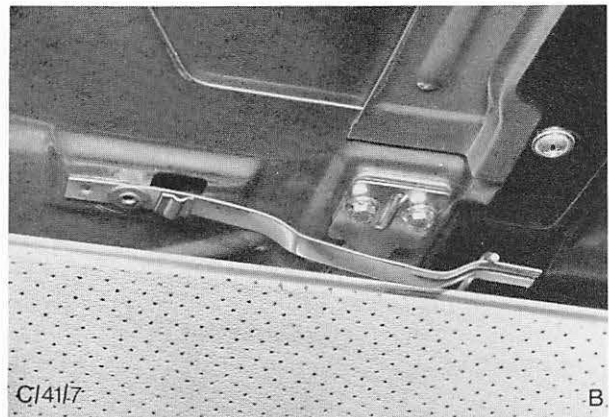
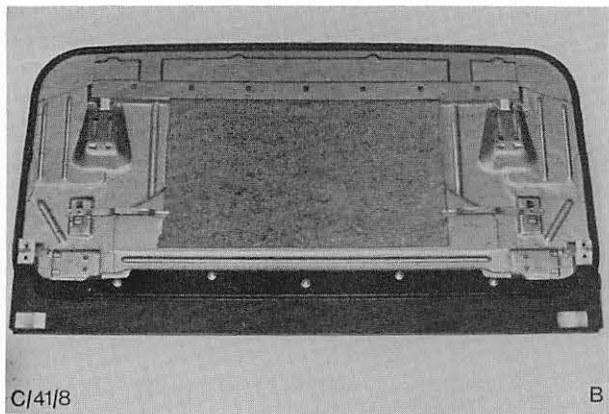

Abb. 6 Federschenkel von den Schrauben der hinteren Deckelhalterung wegschwenken
Abb. 7 Deckel kompl. – Stahlkurbeldach
3. Federschenkel von den hinteren Deckelhalterungen wegschwenken. Abb. 6. Beide Schrauben – Halter hinten am Deckel – entfernen und Arretierungsplatte abziehen. Zweite hintere Halterung lösen und Deckel abheben. Abb. 7.